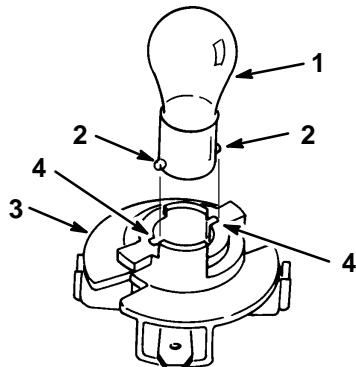

Abbildung 50
4. Die Birne hereindrücken, im Gegenuhrzeigersinn bis zum Anschlag drehen (ca. 1/4 Umdrehung) und aus der Birnenfassung herausnehmen (Abb. 50).
1. Die Glühbirne hat Metallstifte an der Seite ihrer Basis. Die Stifte auf die Schlitze in der Birnenfassung ausrichten und die Basis in die Fassung einsetzen (Abb. 50). Die Birne hereindrücken und bis zum Anschlag im Uhrzeigersinn drehen.